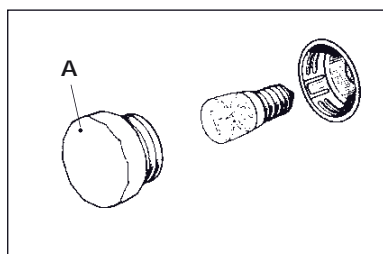

Fig. 7
Dévisser la calotte de protection (A - Fig. 7) qui sort à l'intérieur du four, puis accéder à la lampe. Après avoir substitué la lampe, remonter la couverture de protection (A).